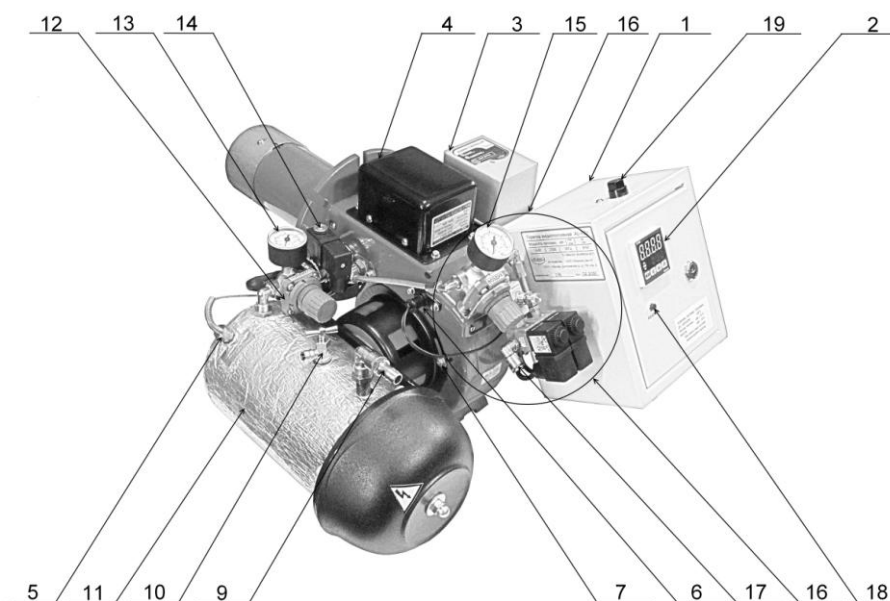
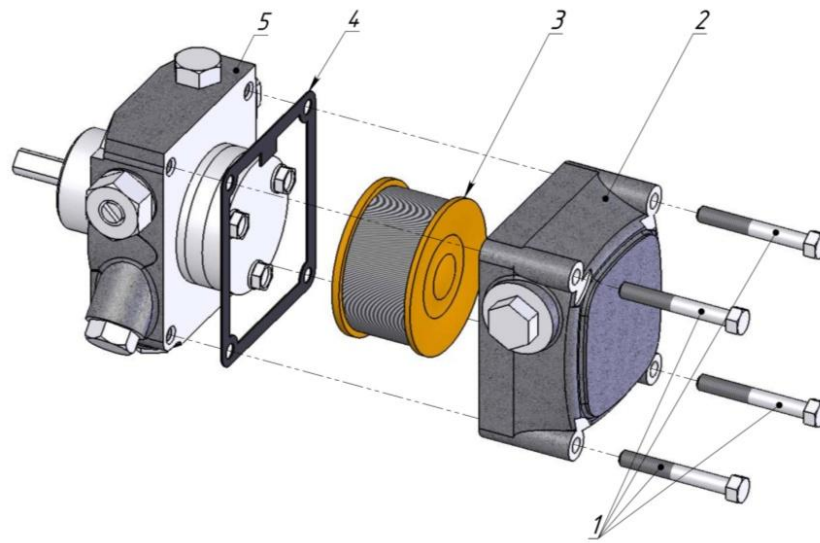
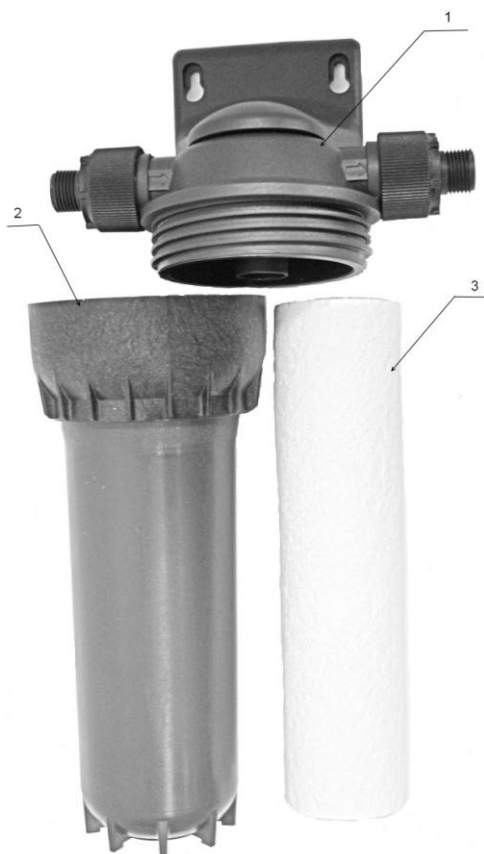

Рис.7. Органы управления и узлы контроля параметров Горелки.
Рис. 17. Схема разборки насоса
Рис.18. Фильтр тонкой очистки топлива.
Температурный контроллер используется для точного поддержания оптимальной температуры от 20 до 71°C топлива в подогревателе топлива (Рис. 7, поз. 2) и подачи команды запуска Горелки на топочный автомат (AL1) гаснет при достижении температуры масла на 6°C менее заданной.
Регулировка давления топлива для одноступенчатых Горелок осуществляется регулятором давления топлива (Рис. 7, поз. 12). Давление контролируется по манометру (Рис. 7 поз.13). Для Горелки AL-4V давление топлива должно находиться в пределах от 0,05 до 0,45 бар. Для Горелки AL-10V давление топлива должно находиться в пределах от 0,05 до 0,7 бар.
Для регулировки вторичного воздуха (Рис.7 поз.7) для одноступенчатых Горелок установите положение воздушной заслонки в положение от 0 до 10 (Рис. 12)
После того как температура в подогревателе топлива (Рис. 7, поз. 11) стала на 6 °С ниже заданной на температурном контроллере (Рис. 8) выключается AL-1 и подается команда на включение Горелки. На блоке управления Горелкой загорается зеленый индикатор «Сеть» (POWER) и Горелка находится в режиме ожидания, готовая к запуску.
3.4.7 Индикатор АВАРИЯ (Рис.7 поз.18)
Для предотвращения данной ситуации, в огневой трубе установлен температурный датчик, отключающий горелку при достижении температуры 90 °С. При этом светится индикатор АВАРИЯ (Рис.7 поз.18) . Для сброса сигнала АВАРИЯ, открутите декоративный колпачок (Рис.7 поз.19) и нажмите кнопку СБРОС АВАРИИ, ее нужно утопить на 1-2 см до щелчка, после чего индикатор АВАРИЯ погаснет.
3.5.2. Заполните топливом всасывающий трубопровод, насос, фильтр и топливный бак Горелки. Для чего в комплекте топливного насоса предусмотрен кабель (Рис.14 поз.6) с вилкой прямого питания от сети 220 В, соедините кабель (поз.6) с разъемом топливного насоса (поз.2). На топливном баке Горелки есть кран сброса воздуха (Рис. 7, поз. 10). Подключите топливный
ВНИМАНИЕ! Перед подачей напряжения на Горелку обязательно заполните топливный бак Горелки (Рис.7 поз.11). В противном случае существует опасность выхода из строя ТЭНов топливного бака.
- следить за давлением топлива манометр (Рис.7 поз. 13), подаваемого на форсунку;
- при падении давления топлива манометре на 0,05 бар (Рис.7 поз.13) проверить состояние фильтра насоса (Рис.17) выполнить очистку фильтра топливного насоса п.4.5.1, произвести замену фильтрующей вставки (Рис.18) фильтра тонкой очистки п.4.5.2;
5. Проверка работы топливного насоса (Рис. 17).
7. Проверка загрязнения фильтра топливного насоса (Рис.17) и фильтра тонкой очистки (Рис.18).
Для выполнения технического обслуживания топливного насоса (Рис. 17) необходимо открутить 4 болта 1, снять крышку насоса 2 и прокладку 4, провести еженедельный регламент работ по очистке фильтра 3.
Для сборки насоса (Рис. 17) необходимо установить прокладку насоса 4 на нагнетательный узел 5, фильтр 3 установить в крышку 2, все смонтировать болтами 1 в соответствующие пазы корпуса насоса.
4.5.2 Обслуживание фильтра тонкой очистки заключается в замене фильтрующих вставок из полипропилена, размер 10", фильтрующая способность 20 мкм. Для замены отверните колбу фильтра (Рис.18 поз.2), от корпуса фильтра (Рис. 18 поз.1) , замените фильтрующую вставку (Рис.18 поз.3), установите колбу на место.